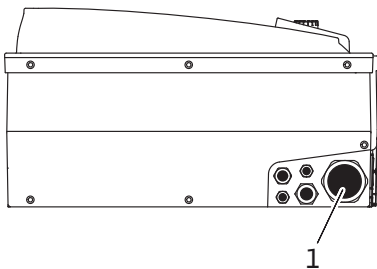

Fig. 23: Dławik przewodu M40
- Przewód przyłączeniowy sieciowy należy przeprowadzić przez dławik przewodu M40 (Fig. 23, poz. 1).